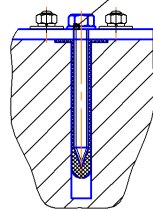

Рисунок 5 – Схема крепления к полу
6.4 Зафиксировать шкаф к полу с помощью дюбелей и шайб из комплекта монтажных частей (рисунок 5). Для доступа к установке дюбеля между дверями снять панель управления, открутив три винта, которыми она крепится. После этого установить панель на место.